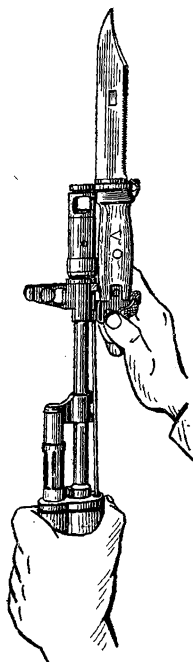

Рис. 26. Отмыка-
2) **Отмыкание штыка-ножа.** Взять автомат в левую руку, перевести его в вертикальное положение; поддерживая рукоятку штыка-ножа указательным и средним пальцами правой руки, большим пальцем этой руки нажать на защелку (рис. 26) и отделить штык-нож от автомата; вложить штык-нож в ножны.